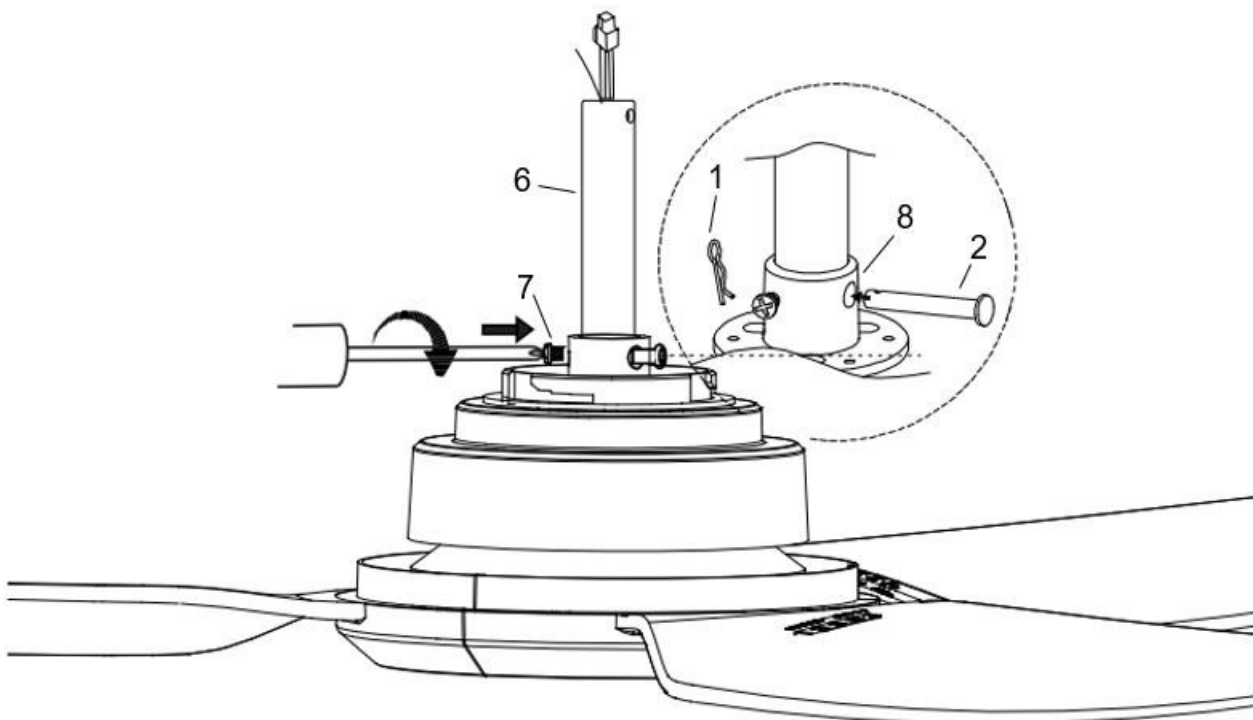

Рис. 5.3
3. Обережно протягніть дроти вентилятора вгору через нижню тягу (6). (рис. 5.3)
4. Встановіть тягу (6) в корпус муфти тяги (8), вставивши і вирівнявши отвори в корпусі муфти тяги з отворами в тязі, вставте зчпний штифт (2) і зафіксуйте його за допомогою стопорного затискача (1). (Мал. 5.3)
5. Зафіксуйте нижню тягу (6), затягнувши стопорні гвинти (7). (Рис. 5.3)